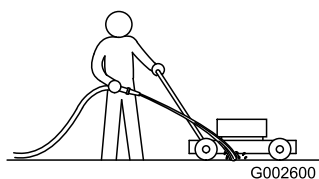

Figura 28
1. Collocate il tosaerba su una superficie piana pavimentata, con il motore acceso, e spruzzate un getto d'acqua davanti alla ruota **destra** posteriore (Figura 28).